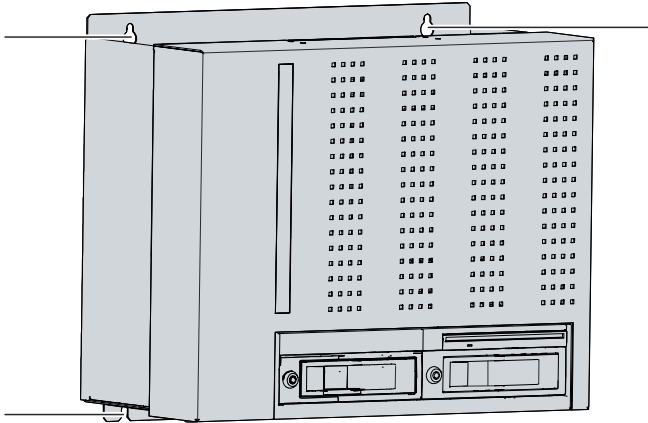

Abb. 30: Position Befestigungsschrauben
2. Heben Sie den PC soweit an, dass die Befestigungsschrauben in die Schlüssellöcher (siehe Abb. 30) rutschen.